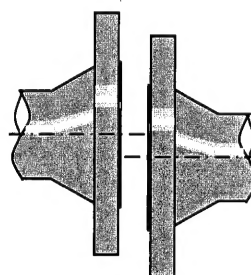

図4 軸差がある
- ・ 相対するフランジの軸差があると、ガスケットが正しい位置にセッティングできないため修正して下さい。（図4参照）